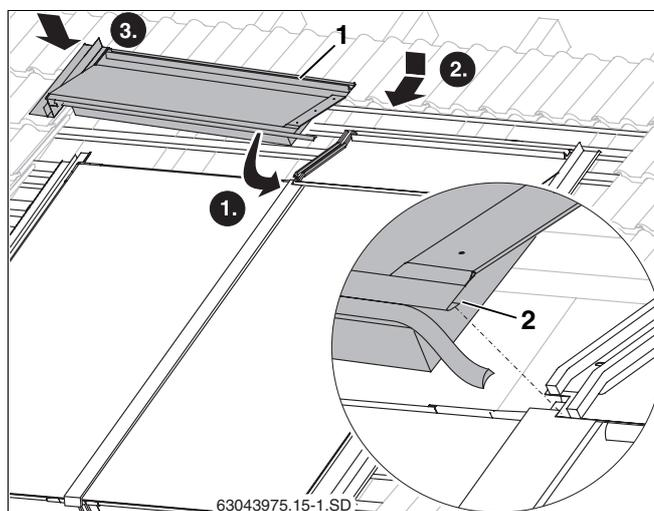

Fig. 56 Lamiera di copertura superiore sinistra
- Inserire le altre lamiere di copertura superiori dal lato della piega della lamiera (fig. 56, **pos. 2**) nella lamiera di copertura montata, e spingere verso il collettore.
- Inserire la lamiera di copertura superiore sinistra (fig. 56, **pos. 1**) nella lamiera di copertura laterale sinistra.